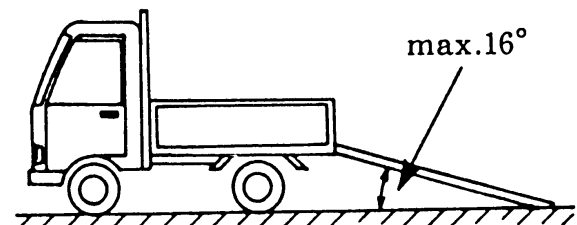

Figure 11
- Utilisez une remorque ou un camion qui est capable de transporter la machine. Lors du chargement de la machine, utilisez des ponts qui sont capables de résister à 500 kg, 30 cm de large et équipés d'une surface anti-glissement. Vérifiez que la pente ne doit pas être supérieure à 16°. Le maximum est de 16° (Figure 11).